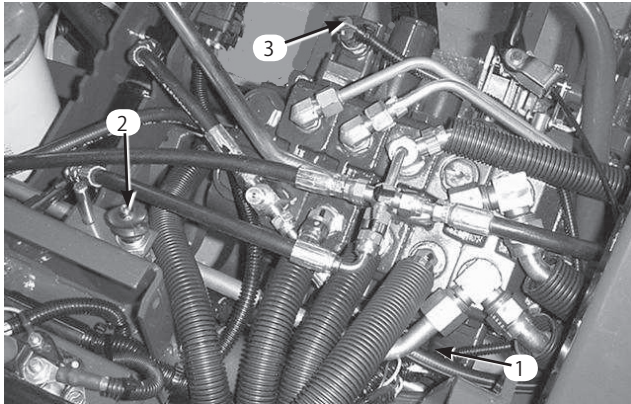

図50
2. シートスイッチ (図50) のボタンに付いているゴム製カバーを取る；このカバーは新しいスイッチに取り付けるので捨てないで置く。スイッチの電気コネクタを外す。
2. セレクタ・バルブ・セクションのバルブ・バンク・ボンネットに取り付けてあるトラクション・スイッチの端子からコネクタを引き抜く (図50)。
2. バルブ・バンク・ボンネットに取り付けてある芝刈り/昇降スイッチの端子からコネクタを引き抜く (図50)。